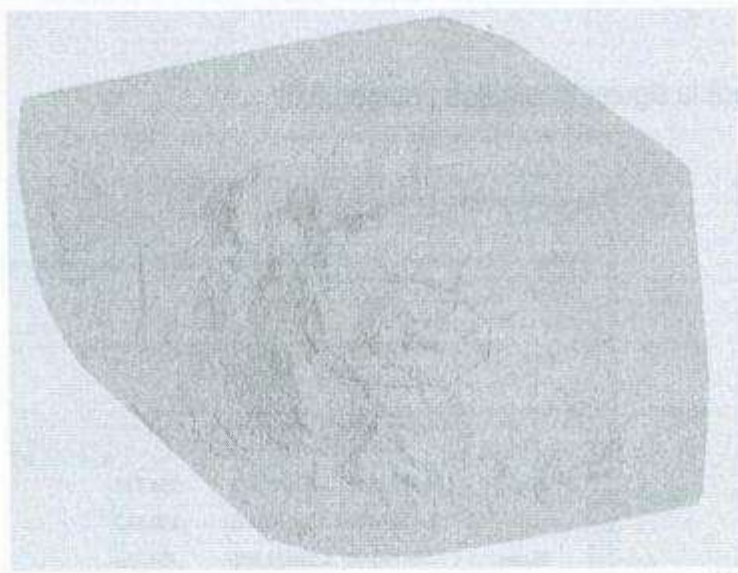

Imagen 8.4
- Una vez creado el polígono, se vera de la siguiente forma (imagen 8.4):